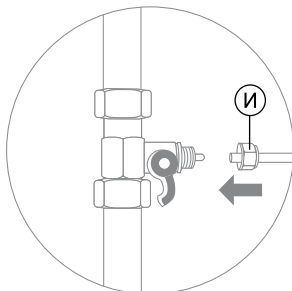

Рис. 13
2. В гайку (И) вставьте пластиковую трубку, идущую на вход в систему (рис. 13). Конец трубки наденьте на штуцер тройника-адаптера до упора и плотно закрутите гайку (рис. 14).